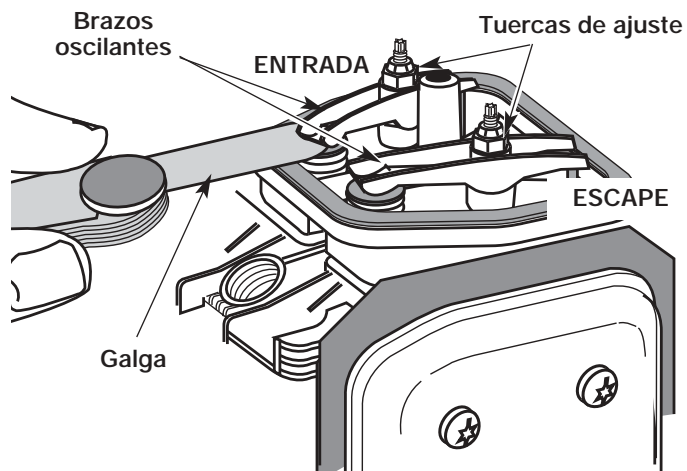

Fig. 66
9. Deslice la galga entre el brazo oscilante y el resorte de retorno de la válvula. Mida el huelgo entre el vástago de la válvula y el brazo oscilante (Fig. 66). Realice esto en las válvulas de entrada y de escape
El huelgo recomendado para las válvulas de entrada y de escape es 0,076 – 0,152 mm (0,003 – 0,006 pulgadas). Use un calibrador regular de automóvil de 0,127 mm (0,005 pulgadas). El calibrador debe deslizarse entre el balancín y el vástago de la válvula con una ligera cantidad de resistencia, sin doblarse (Fig. 66 & 67).